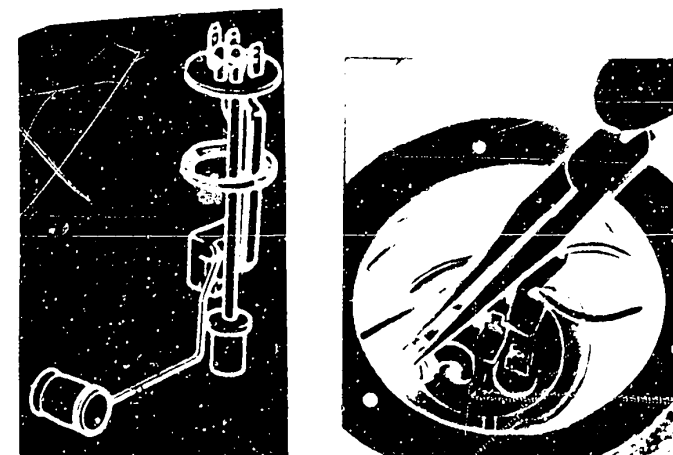

Bild 51 Das Bild zeigt den Benzinstandgeber und wie er ein- und ausgebaut wird.
Der Wischermotor ist auf einer Platte vom Motorraum her an die Stirnwand geschraubt. Vor dem Ausbau muss die kurze Verbindungsstange (A) in Bild 51 vom Fahrzeuginnern her gelöst werden. Beim Einbau sind die Wischerarme auf 45 mm oberhalb des Frontscheibengummis einzustellen, bevor die kurze Verbindungsstange befestigt wird.